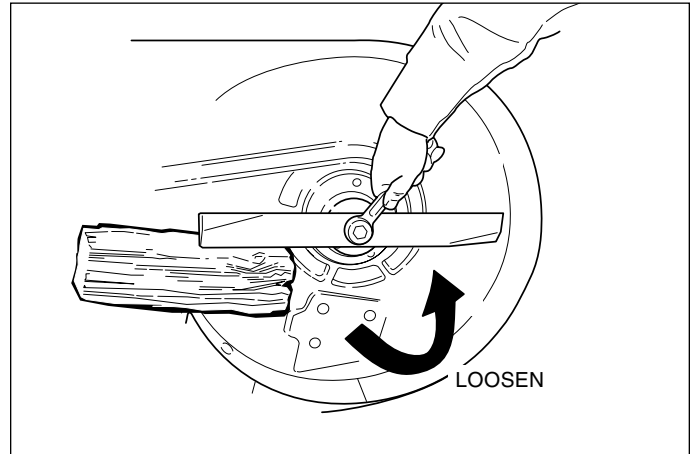

Figure 22. Dépose de la lame
2. Voir la Figure 22. Pour déposer une lame afin de l'affûter, la bloquer avec une cale en bois pour l'empêcher de tourner et desserrer la vis de fixation.
3. Bloquer la lame avec une cale en bois (B, figure 22) pour l'empêcher de tourner et desserrer le boulon de fixation (A).